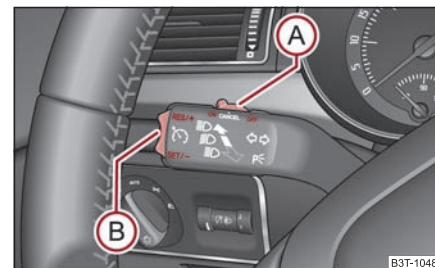

Fig. 145 Palanca de mando: Balancín y conmutador del sistema regulador de la velocidad
- Pulsar el conmutador **A** ⇒ fig. 145 desplazándolo a la posición **ON**.
- Puede **aumentar** la velocidad memorizada sin accionar el pedal acelerador presionando el balancín (B) ⇒ página 131, fig. 145 a la posición **RES**.
La **reanudación** de la velocidad memorizada se efectúa al soltar el pedal de freno o de embrague, en vehículos con cambio automático sólo tras soltar el pedal de freno, y después de presionar brevemente el balancín (B) ⇒ página 131, fig. 145 a la posición **RES**.
- Pulsar el conmutador (A) ⇒ página 131, fig. 145 desplazándolo a la posición **OFF**. ■